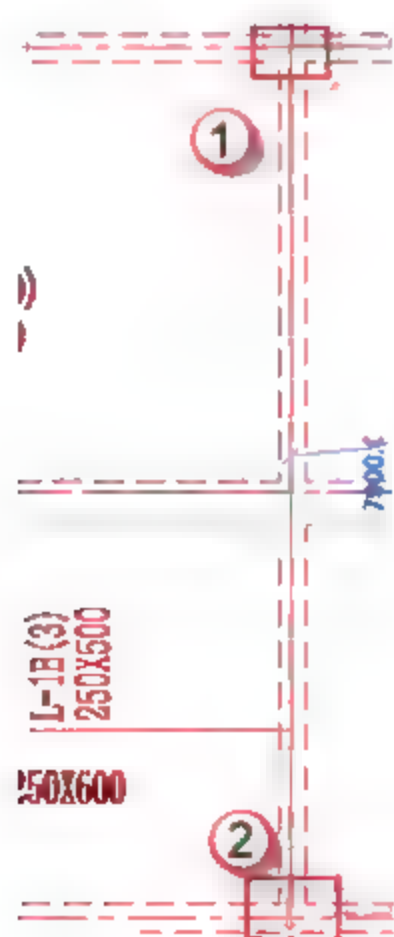

图 4.2.81 绘制 L-1B
(6) 绘制矩形框架梁 L-1B, 按快捷键 **B+M**, 放置平面为“标高 2”平面视图, 先单击起始柱的中心为起点, 后单击终止柱的中心为终点, 如图 4.2.81 所示。